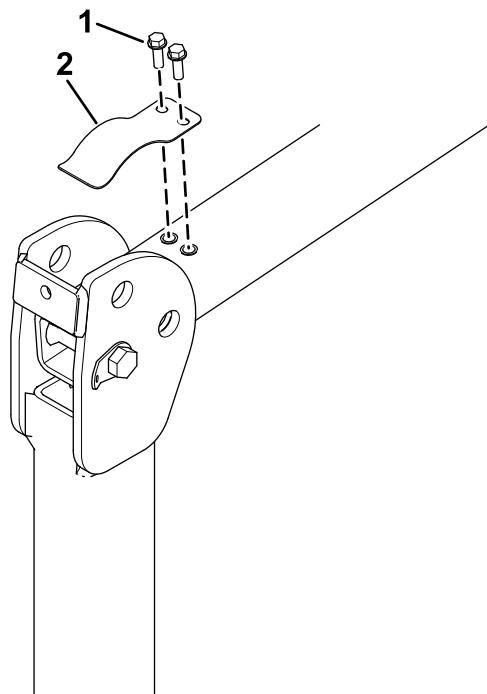

図 15
1. ロールバーを下げた状態で、ロールバーの両側からガタつき防止用のリーフスプリング(図15)を取り外す。